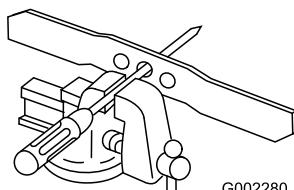

Figure 29
1. Vérifiez l'équilibre de la lame en enfiler le trou central sur un clou ou la tige d'un tournevis serré horizontalement dans un étau (Figure 29).